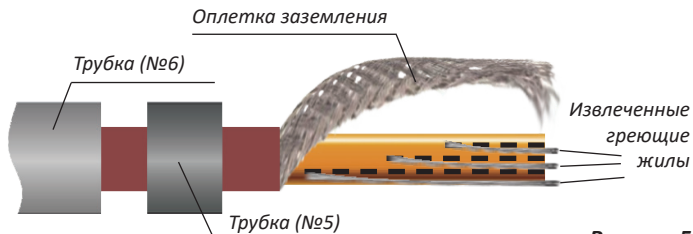

Рисунок 5
6.5. Аккуратно извлечь греющие жилы из произведённых прорезей изоляции (рис.5).